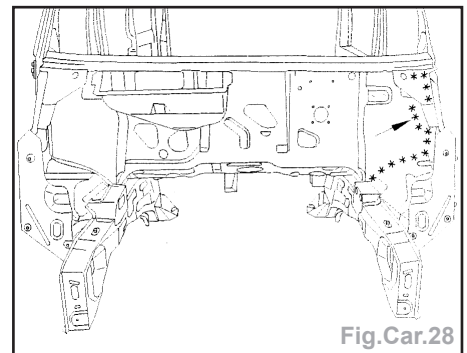

Fig.Car.28
- Dégraffer les lignes de points à l'aide d'une fraise de  $\varnothing$  8 mm (Fig.Car.28).